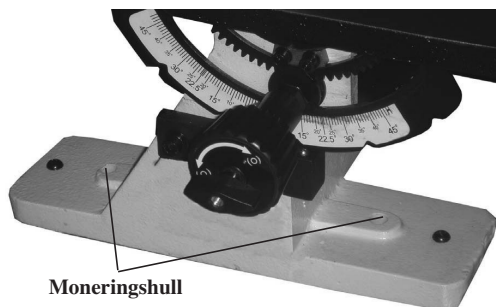

Fig. 01
4. Sett pusserbasen over hullene og fest med hjelp av fire 5/16"-skruer (7,9 mm) (eller større) og sekskantmuttere. (Se fig. 01.)